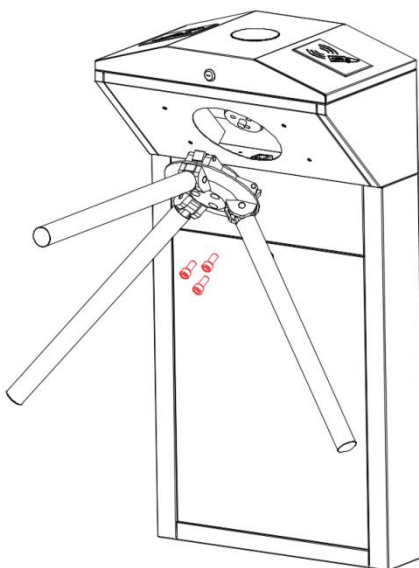

Рисунок 3
1. Вставьте блок штанг в соответствующее отверстие корпуса турникета (Рисунок 3).